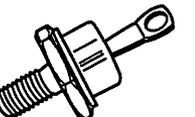

Fig. 6 : Différents boîtiers pour les diodes de 1 à 100 A (STMicroelectronics).
1.3. Boîtiers (fig. 6)
Il existe une très grande variété de présentations de ces boîtiers selon les courants et les tensions utilisées. La **figure 6** donne les principales présentations.